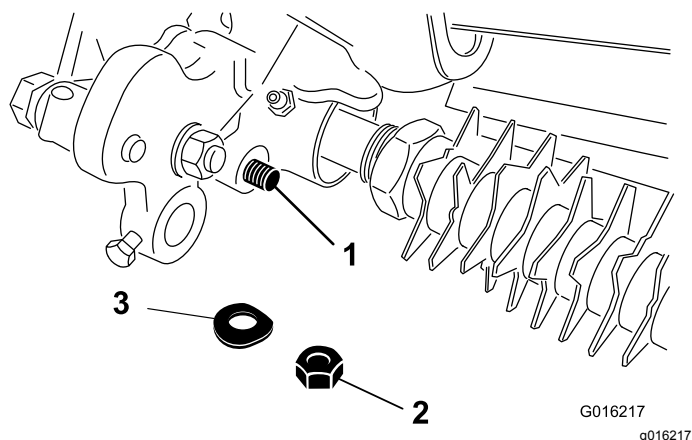

Figura 13
29. Fissate l'estremità dell'asta del gruppo braccio regolatore al gruppo di rotazione del groomer con una rondella Belleville e un dado di bloccaggio (Figura 13).
34. Fissate l'estremità dell'asta del gruppo braccio regolatore al gruppo di rotazione del groomer con una rondella Belleville e un dado di bloccaggio (Figura 13).